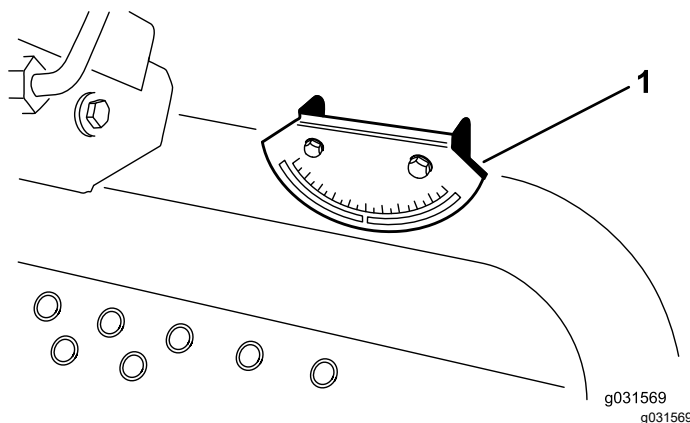

Figure 4
**Remarque:** L'indicateur d'angle monté sur la machine doit maintenant indiquer lui aussi  $0^\circ$  (Figure 4).